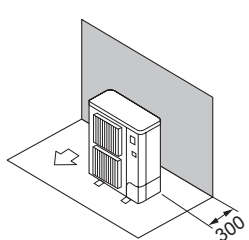

Fig. 2-6
- ① Šķēršļi tikai iekārtas aizmugurē (Fig. 2-6)